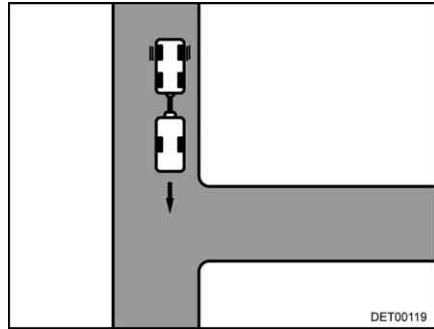

Fig. 15 Svolta all'incrocio
- Avvicinarsi all'incrocio, fino a che la coda del caravan si trovi all'altezza di questo (Fig. 15).